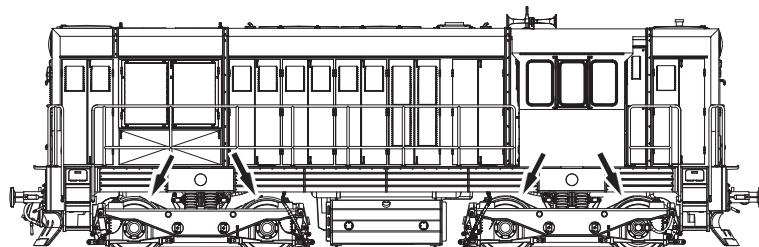

Fig.7
siehe Fig. 7
A.C. pick up: see fig. 7